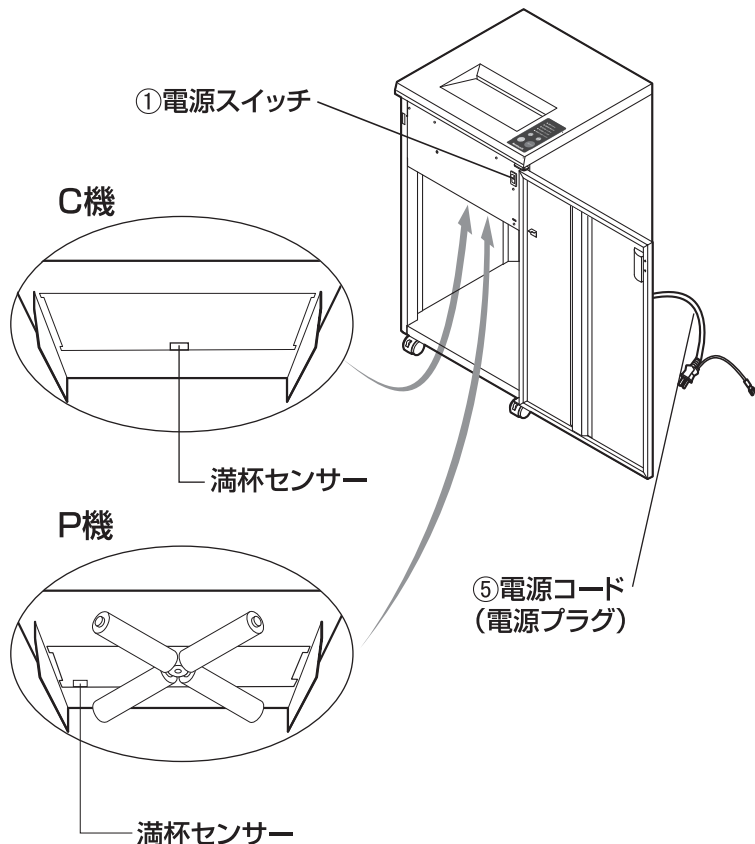

図8 満杯センサーの清掃
- 1.電源スイッチ①の下側を押して電源を切り、電源コード⑤の電源プラグを抜いてください。
- 2.満杯センサーに付着した紙粉や細かい細断屑を柔らかい布等で取り除いてください。 図8 参照